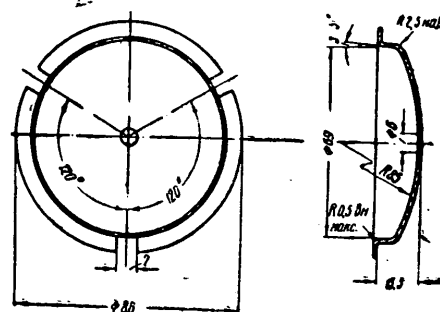

Рис. 11. Светомаскировочная вставка к плафону
10. Плафоны маскируются металлическими вставками (рис. 11). Вставка устанавливается внутри плафона между лампой и стеклом.